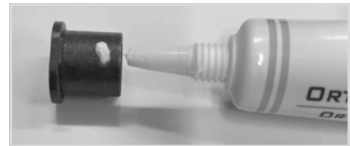

fig. 24
- 1 Graissez l'alésage d'axe et les surfaces de glissement du boulon à goupille fendue avec une seule goutte de graisse pour articulation d'orthèse (fig. 24).